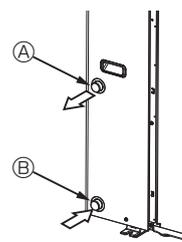

Fig. 4-1
4.1. Veetorustiku ühendus (Fig. 4-1)
- Sisse- ja väljalasketorude asend on näidatud joonisel Fig. 4-1.
[Fig. 4-1]